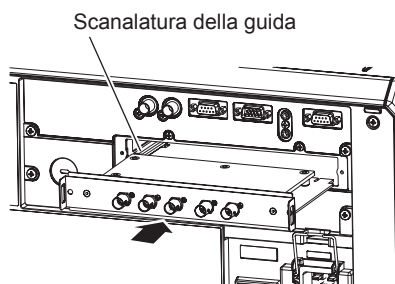

Fig. 2
**2) Installare la scheda funzione nel proiettore. (Fig. 2)**